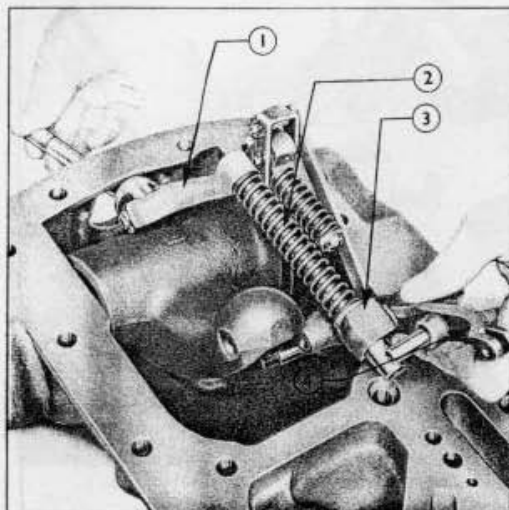

Fig. 34
8. Introduire l'ensemble dans le couvercle de relevage de telle manière que la tige du ressort de commande principale fasse saillie par l'arrière du couvercle et que l'articulation de Qualitrol soit orientée vers le centre du carter (fig.34).